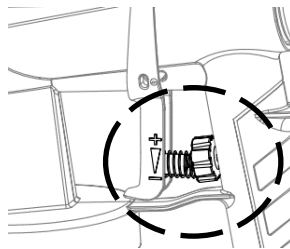

Рисунок 4
Для регулювання швидкості обертання двигуна та витрати матеріалу на курковій клавіші вимикача (3) розташований регулятор-обмежувач обертів (4). Регулювання витрати матеріалу здійснюється обертанням регулятора: ліворуч для зменшення витрати та товщини нанесення матеріалу, праворуч – для збільшення (Рисунок 4).